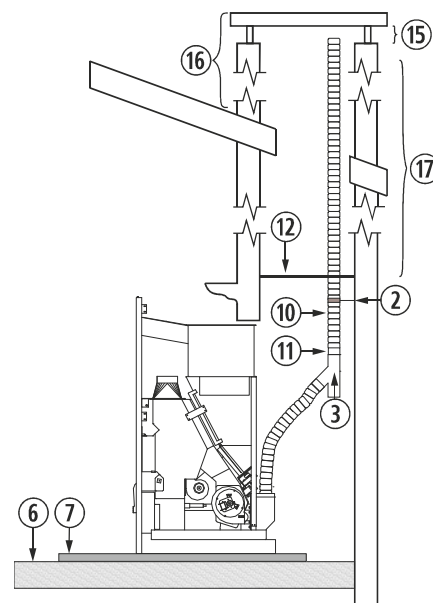

Figura 9
4.30. L'installazione di una stufa ad incasso in un caminetto può essere realizzata in completa totalità in un tubo flessibile, così come è indicato nella figura 9. Dobbiamo prestare speciale attenzione al momento di realizzare l'isolamento tra il caminetto e il tubo di fuoriuscita di gas per evitare possibili arretramenti di gas in caso di tormenta.
②	Collare di fissaggio in acciaio inox.
③	Giunto a "T" a 135° con filtro.
⑥	Pavimento in legno.
⑦	Protezione non infiammabile.
⑩	Tubo in acciaio inossidabile flessibile.
⑪	Manicotto d'unione tra flessibile e rigido.
⑫	Isolante anti -arretramento.
⑮	Minimo 200mm.
⑯	Deve superare di 1 metro il tetto.
⑰	Se superiore a 4m aumentare le dimensioni.